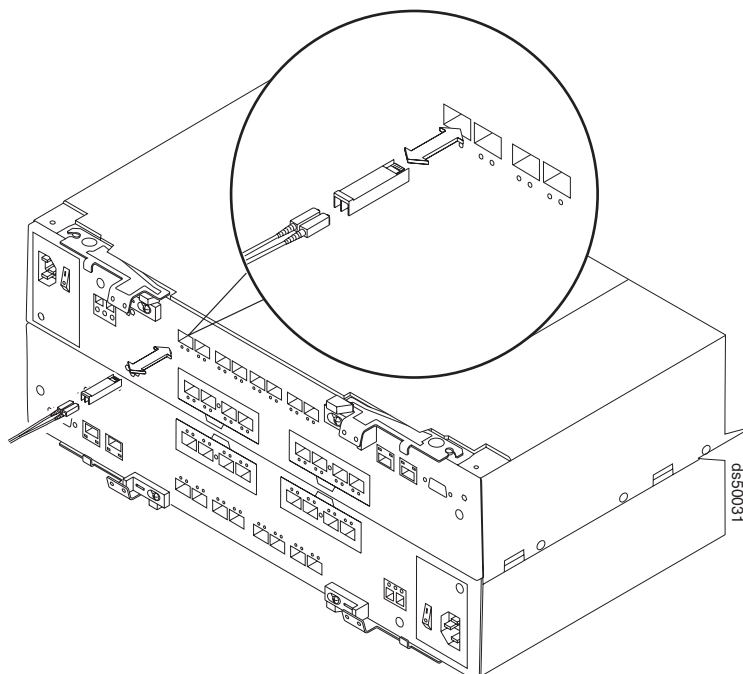

Figura 20. Substituindo um Módulo SFP
4. Insira o módulo SFP na porta Fibre Channel até que se encaixe no lugar. Consulte o Figura 20 na página 54.
Nota: O alinhamento das portas Fibre Channel no controlador A é oposto ao do controlador B. Antes de inserir um módulo SFP em uma porta, verifique se o módulo SFP está rotacionado corretamente de forma que corresponda ao alinhamento da porta no controlador RAID. Não force o encaixe. Para portas Fibre Channel no controlador A, os SFPs devem ser inseridos com o circuito impresso exposto para o lado de cima (como mostrado na Figura 20 na página 54). Para portas Fibre Channel no controlador B, os SFPs devem ser inseridos com o circuito impresso exposto para o lado de baixo.